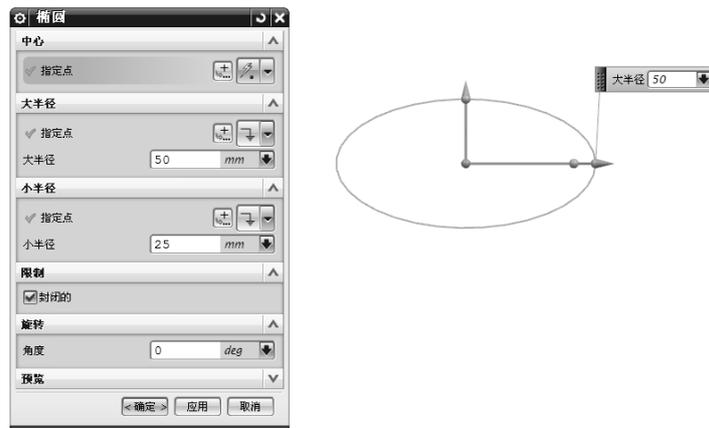

图 2-21 绘制椭圆
(7) 椭圆 \odot ：根据中心点和尺寸创建椭圆，如图 2-21 所示。